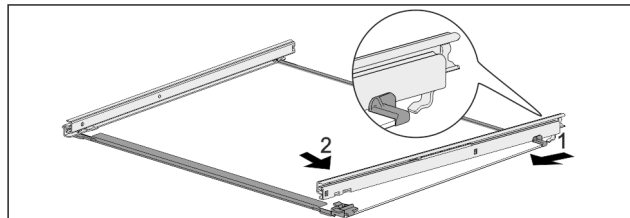

Fig. 140 Steklana plošča z vodili
- Vodilo obesite na kavelj na zadnji strani. Fig. 140 (1)
- Vodilo zaskočite na sprednji strani. Fig. 140 (2)